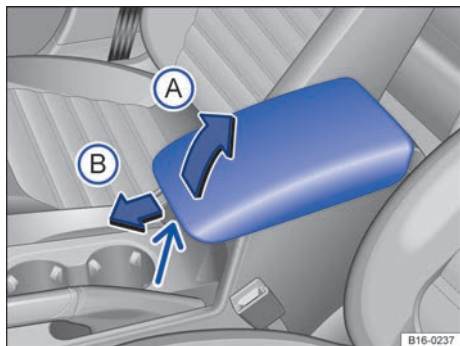

Fig. 78 Reposabrazos central delantero.
- Para *levantar* el reposabrazos, pulse el botón de desbloqueo situado en la parte delantera del reposabrazos (flecha) y tire de este hacia arriba en el sentido de la flecha → fig. 78 (A) encastre por encastre.
- Para *ajustar longitudinalmente* el reposabrazos (en función del equipamiento), desplácelo completamente hacia delante (B) o completamente hacia atrás hasta que encastre.